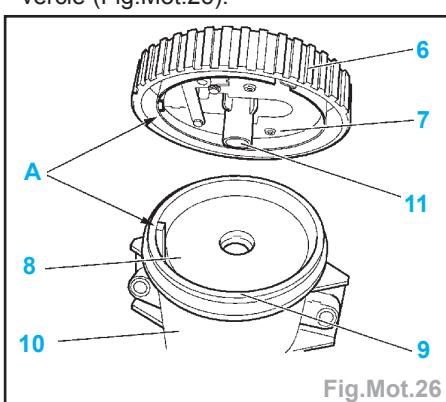

Fig.Mot.26
- le filtre à carburant (10),
- Déposer l'obturateur central (11) du couvercle (Fig.Mot.26).